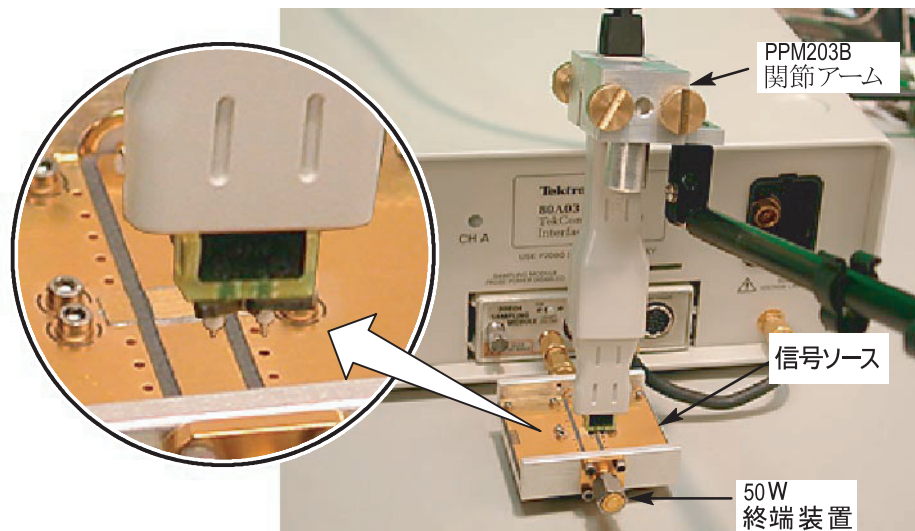

図 16 : PPM203B 関節アームとハンドヘルド・アダプタ
3. ハンドヘルド・アダプタを使用して校正アダプタをプロービングします (図 16 を参照)。